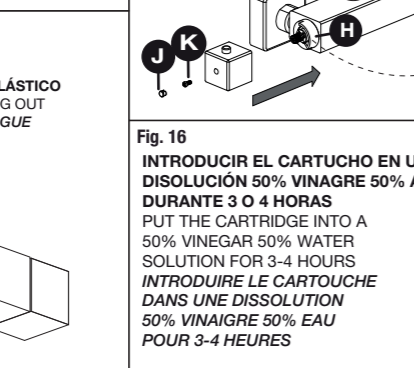

Fig. 13
ATENCIÓN: El anillo de plástico montado sobre el cartucho termostático (L) no se debe desmontar nunca (Fig. 13).
- Volver a colocar el cartucho y la maneta. Tener en cuenta la posición correcta del anillo (L) (Fig. 13).
ATTENTION: The plastic nut placed in the thermostatic cartridge (L) must never be removed (Fig. 13).
- Then assemble the cartridge and the handle back reminding the correct position of the ring (L) (Fig. 13).
ATTENTION: L'écrou placé dans la cartouche thermostatique ne doit jamais être retiré (Fig. 13).
- Effectuer l'opération en sens inverse pour remplacer la cartouche et la poignée. Prendre en compte la position de l'écrou noir (L) (Fig. 13).